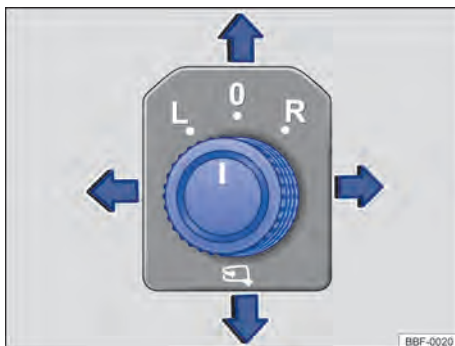

Fig. 78 Na porta do condutor: botão rotativo de ajuste dos espelhos retrovisores externos elétricos.
- Girar o botão rotativo na porta do condutor até o símbolo desejado → Fig. 78.